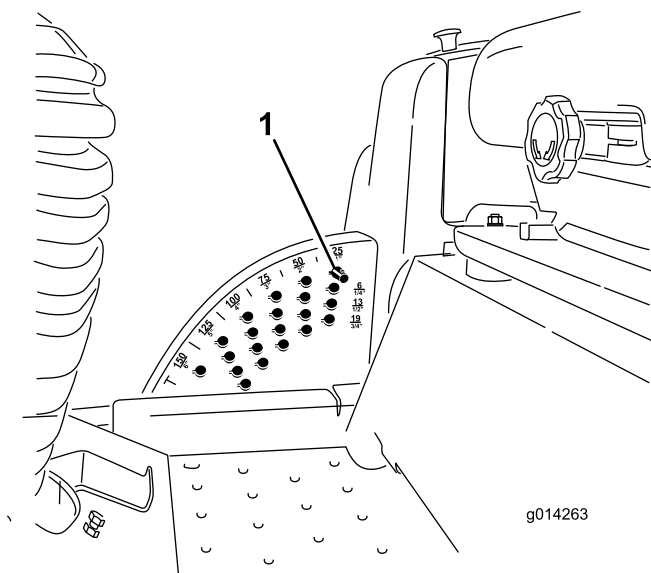

Figure 2
3. Notez l'emplacement de la goupille de verrouillage de hauteur de coupe dans le support de hauteur de coupe en prévision du remontage (Figure 2). Sortez la goupille de verrouillage de hauteur de coupe du support de hauteur de coupe.